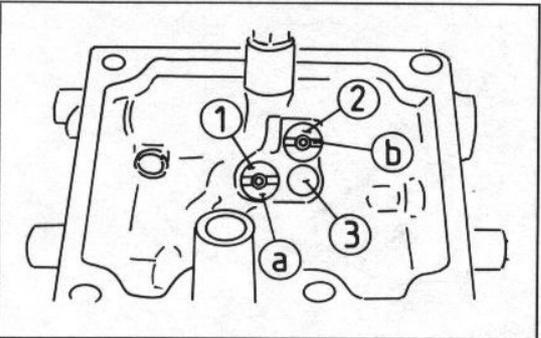

Bild 66 ▶
- Das Schwimmernadelventil mit neuem O-Ring in das Gehäuse einsetzen (Bild 66).